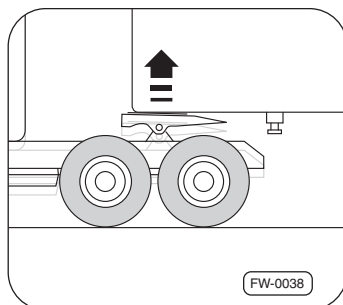

Рис. 12 · Поднятие пневмоподвески
7. Поднимите седельно-сцепное устройство при помощи пневмоподвески таким образом, чтобы седельный прицеп оказался слегка приподнят ⇒рис. 12.